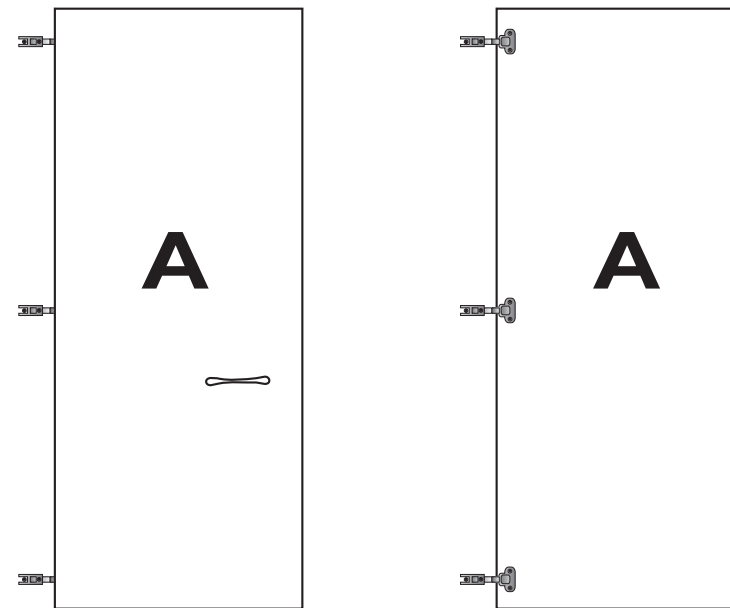
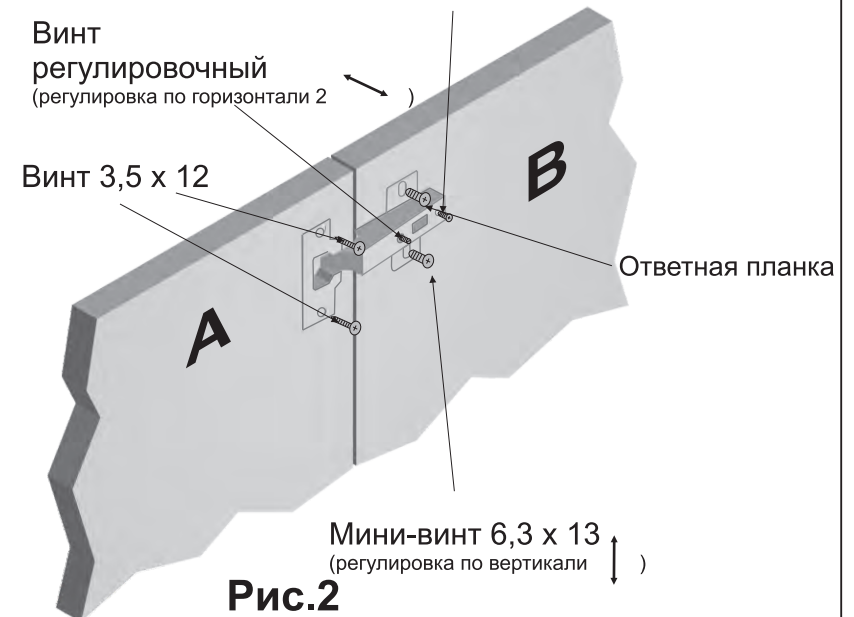

Рис.1
Рис.2
Сборка производится согласно Рис.1
Прикрутите ответные планки (1б) к боковине В, используя мини винты (2). Прикрепите шарниры (1а) к двери А винтами (2) (См. Рис. 1 - 2). Прикрепите дверь с шарнирами к ответным планкам, используя фиксирующие и регулировочные винты (См Рис. 2). Отрегулируйте положение двери по горизонтали и вертикали, с помощью регулировочных и фиксирующих винтов (См. Рис. 2). Используя подкладки для ручки (5) прикрепите ручку (4) к двери А, винтами прилагаемым к ручке.